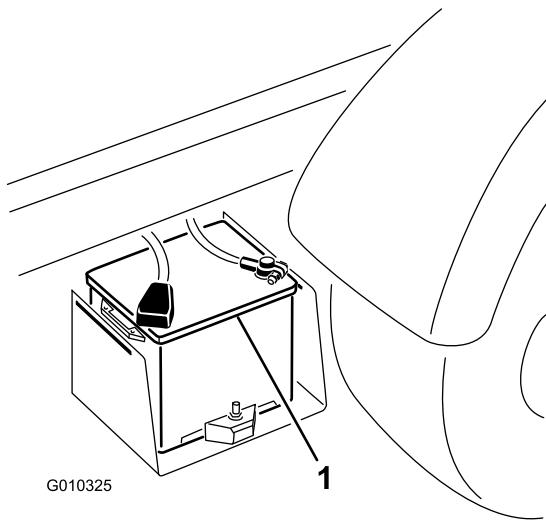

図 50
2. 2台のバッテリーのプラス端子同士をブースターケーブルでつなぐ図 50。端子を必ず確認すること。バッテリーカバーの「」の印で確認できことが多い。